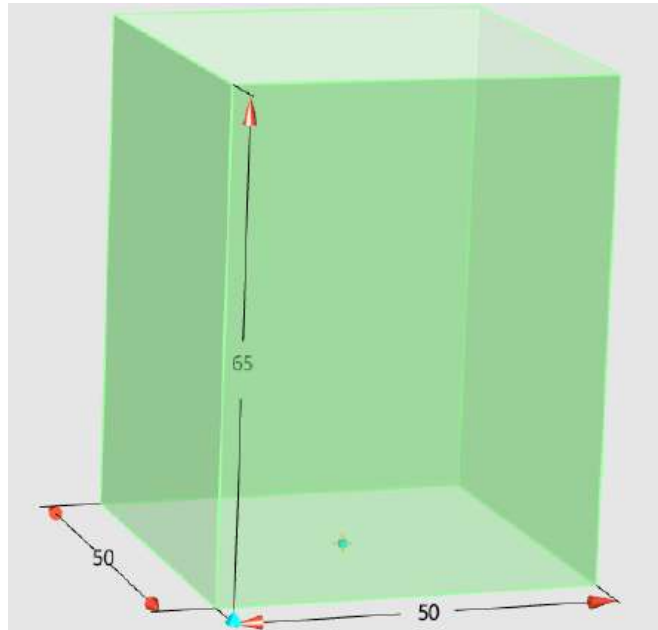

图 1-1
Step 1 选择六面体命令，制作下图 1-1 所示的尺寸绘制六面体。